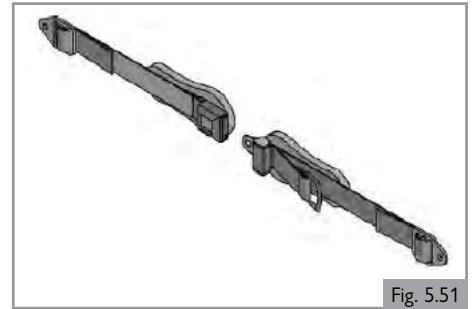

Fig. 5.51
5.13 Cinturón pélvico y cinturón de posicionamiento del usuario sentado (Fig. 5.51)